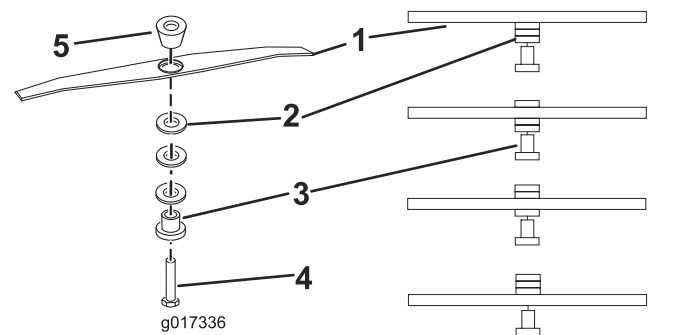

Figura 13
5. Coloque los espaciadores a la altura deseada y vuelva a instalar la unidad de corte, según se muestra en Figura 13.